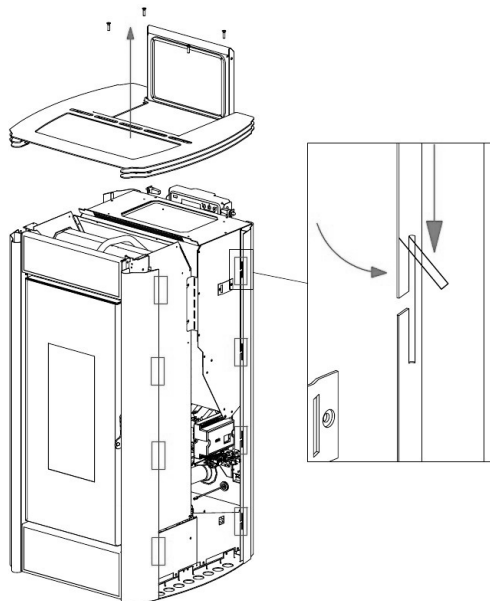

Fig. 35 - Dobrar as linguetas
- Com o dedo, dobrar as linguetas superiores que estão posicionadas nos perfis pretos, na direção da parte externa (ver **Fig. 35**).